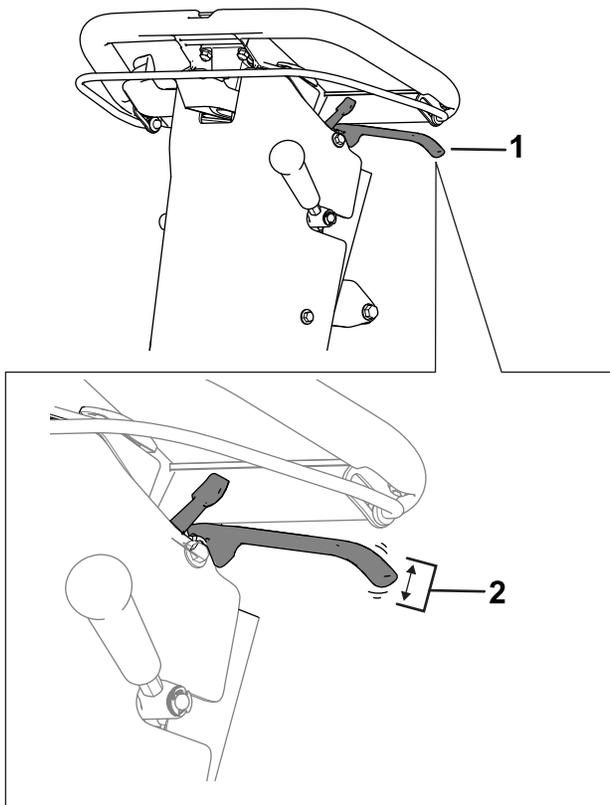

図 36
2. 駐車ブレーキハンドルの端部で遊びの長さを測定する 図 36。